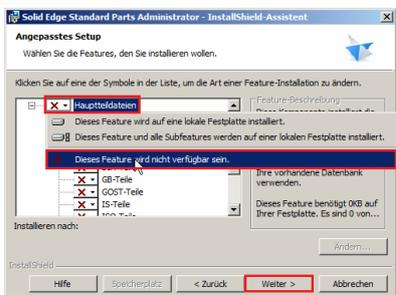

Abbildung 13
- 3.3. Wählen Sie die Installation der Hauptteile ab und fahren Sie mit einem Klick auf „Weiter“ fort (Abb. 13).